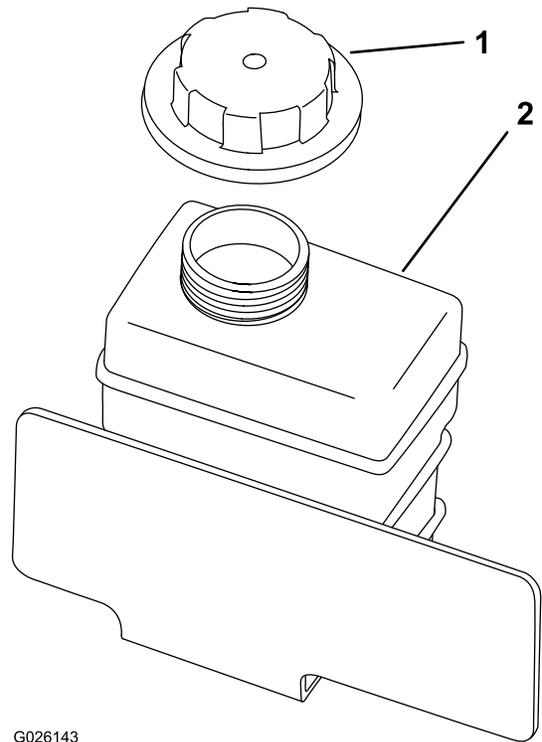

図 18
2. 補助タンクにあるラジエター液の量を点検する(図 18)。